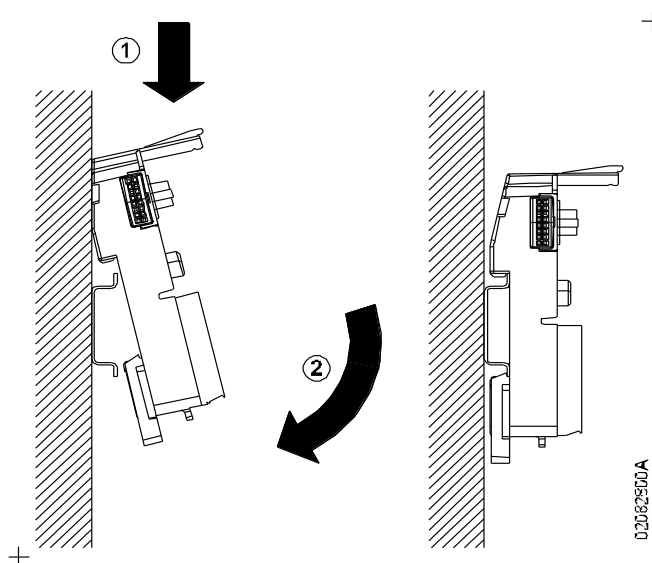

Figura 6-1. Instalação da Base
3. Deslize a base em direção ao trilho e gire-a até que a trava deslizante se encaixe, conforme Figura 6-1. Instalação da Base.